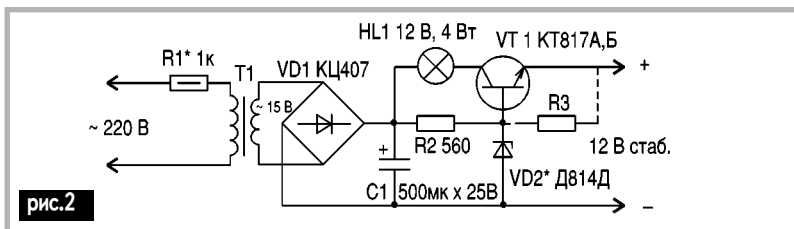

рис.2
**Блок питания импортного радиотелефона (рис.2).**